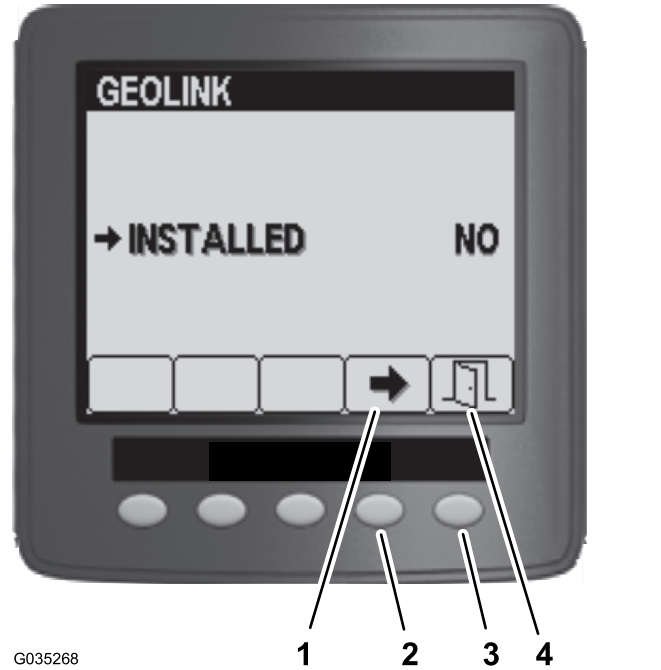

Figura 98
5. En el menú de GeoLink, pulse el botón 4 para seleccionar la opción de Nos, y pulse el botón 5 para guardar los ajustes y salir del menú (Figura 98).